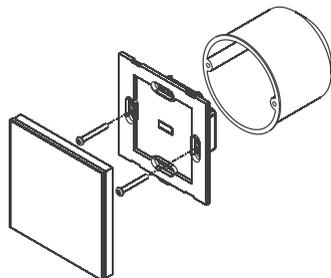

Рисунок 2. Установка панели в монтажную коробку.
- 3.6. Установите панель в монтажную коробку и закрепите ее при помощи двух винтов (рис. 2).